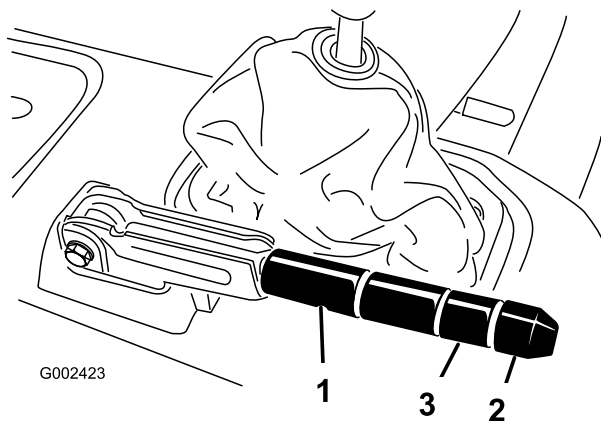

Figure 67
2. Desserrez la vis de fixation du bouton sur le levier du frein de stationnement (Figure 67).